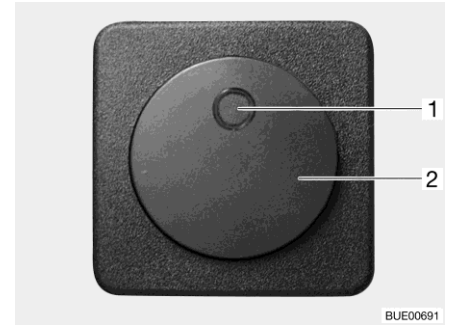

Bild 227 Brytare för elektrisk golvvärme
- Tryck på vippkontakten (Bild 227,2). Kontrollampan på brytaren (Bild 227,1) lyser.
- Tryck på vippkontakten (Bild 227,2). Kontrollampan på brytaren (Bild 227,1) slocknar.